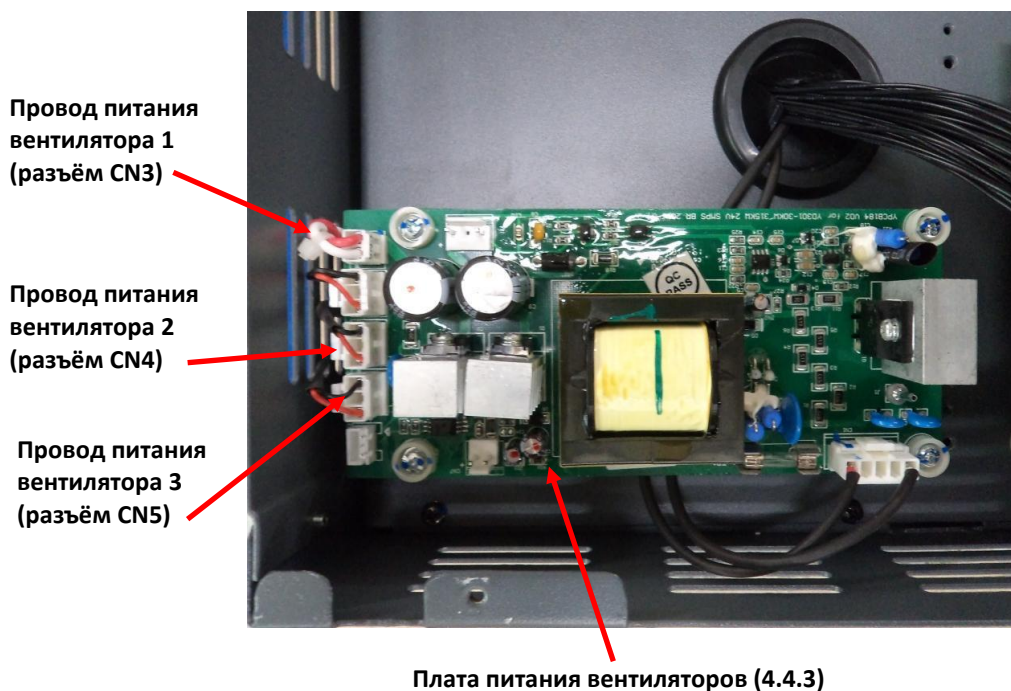

Рис.4.12
- 4.10.4. Отсоединить провода питания вентиляторов от разъёмов CN3, CN4, CN5 платы питания вентиляторов (рисунок 4.12) .